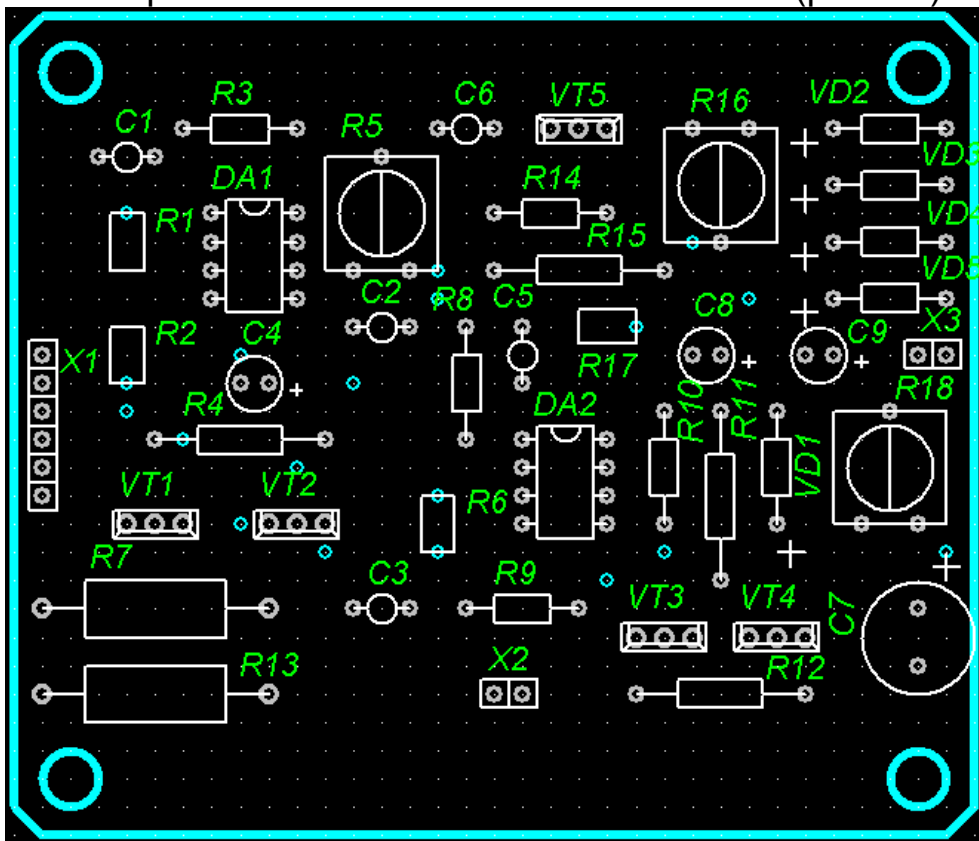

Рис. 12 Элементы на печатной плате
- 5.1 Для просмотра расстановки элементов на плате отключите при помощи команды **Options**→**Layers** все сигнальные слои (**Top** и **Bottom**). Для этого им необходимо задать свойство **Disable**. После этого на экране будут отображаться только несигнальные слои (рис. 12).